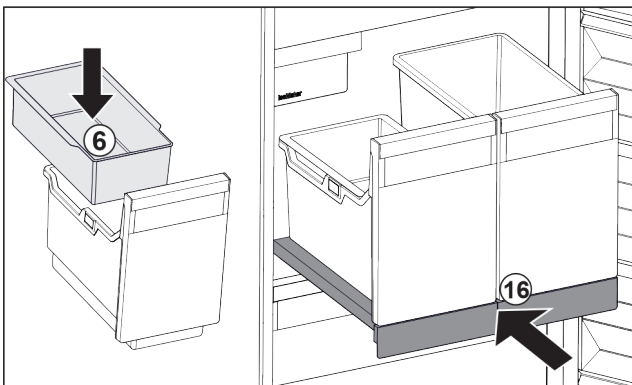

Fig. 111
- ▶ Вставити підвісний лоток Fig. 111 (6) для кубиків льоду.
- ▶ Вставити витяжну панель з резервуаром (IceTower). Fig. 111 (16)